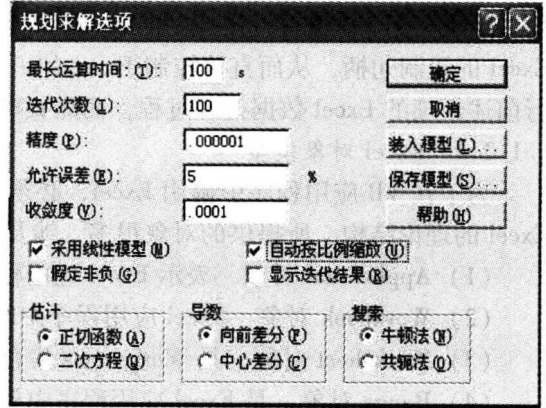

图 1-4 Excel 规划求解选项对话框
(1) 打开“工具”菜单中的“规划求解 (V)”，显示“规划求解参数”对话框。
(2) 选择“设置目标单元格 (E)”，输入目标函数对应的空单元格。
(3) 选中“最大值 (M)”、“最小值 (N)”或在“值为 (V)”栏中输入目标值。
(4) 在“可变单元格 (B)”框中输入决策变量对应的单元格。
(5) 在“约束 (U)”框中输入约束条件, 点击“添加 (A)”按钮, 显示“添加约束”对话框。在“单元格引用位置”输入约束条件可变单元格, 选中约束条件值或表达式, 完成后点击“添加 (A)”按钮, 按上述步骤输入下一个约束条件, 直到输入最后一个约束条件, 点击“确定”按钮, 返回“规划求解参数”对话框。
(6) 点击“选项”按钮, 显示“规划求解选项”, 如图 1-4 所示。可以修改选项中的参数, 选取“采用线性模型”可以加快运算速度; 选取“自动按比例缩放”可以避免数值过大引起的麻烦。